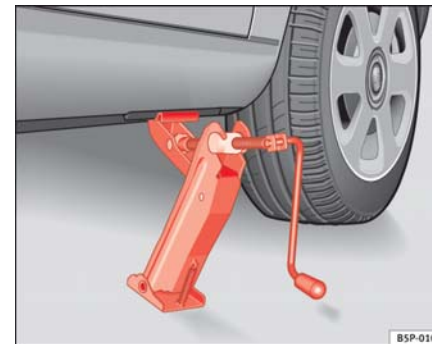

Fig. 150 Colocación del gato
- Posicione el gato de modo que su garra envuelva el nervio del larguero inferior y que la placa base móvil se apoye plana sobre el suelo ⇒ página 233, fig. 150.